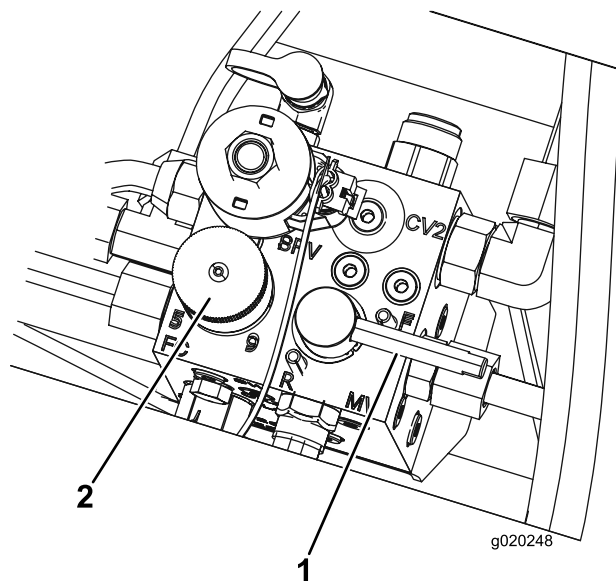

Figure 66
5. Réglez le bouton de commande de vitesse des cylindres à la position 1 (Figure 66).
6. Tournez le levier de rodage à la position R (rodage) (Figure 66).